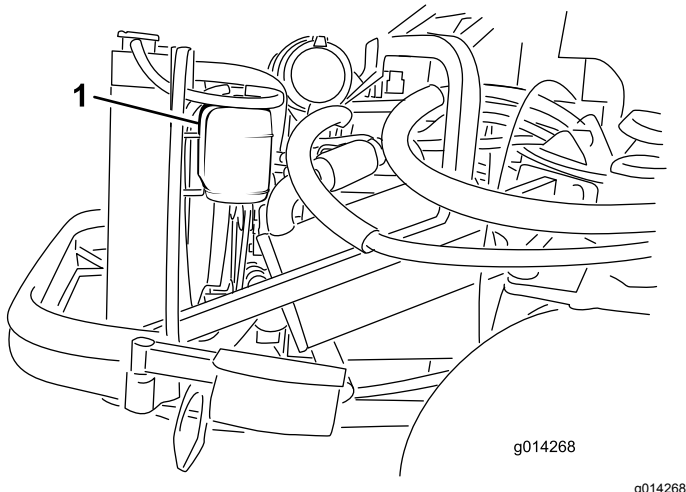

Figure 41
1. Vérifiez le niveau du liquide de refroidissement dans le vase d'expansion (Figure 41). Il doit se situer entre les repères qui figurent sur le côté du réservoir.